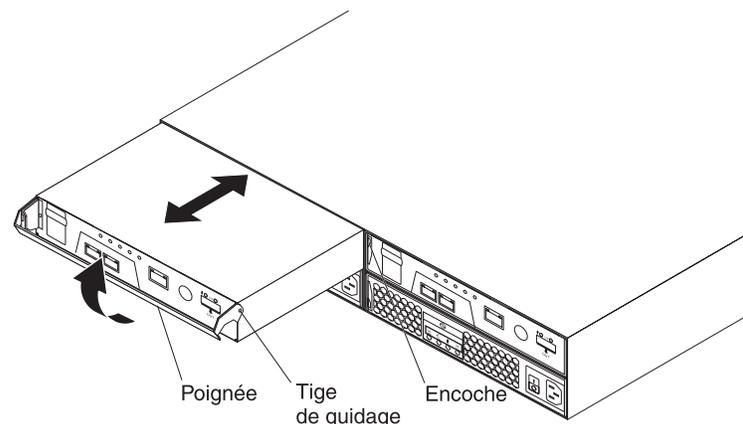

Figure 43. Retrait et remplacement d'un contrôleur
- b. Tirez lentement sur la poignée pour l'écarter du boîtier et extraire le contrôleur de sa baie, comme illustré dans la figure 43.
- b. Assurez-vous que les tenons latéraux du contrôleur s'enclenchent dans les encoches du boîtier du DS3300. Voir la section figure 43, à la page 89.